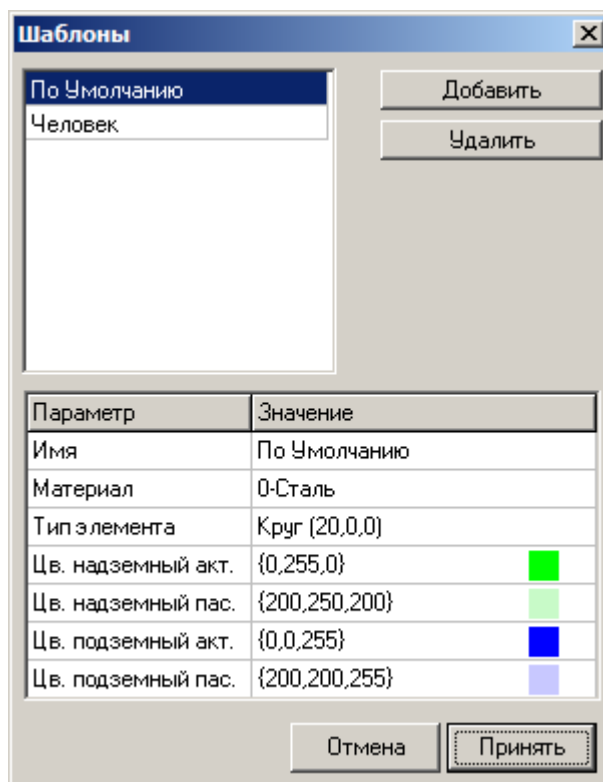

Рис. 3-13. Окно «Шаблоны».
- **Шаблоны.** Этот пункт меню вызывает диалоговое окно «Шаблоны» (Рис. 3-13), которое позволяет управлять шаблонами элементов модели 3У.